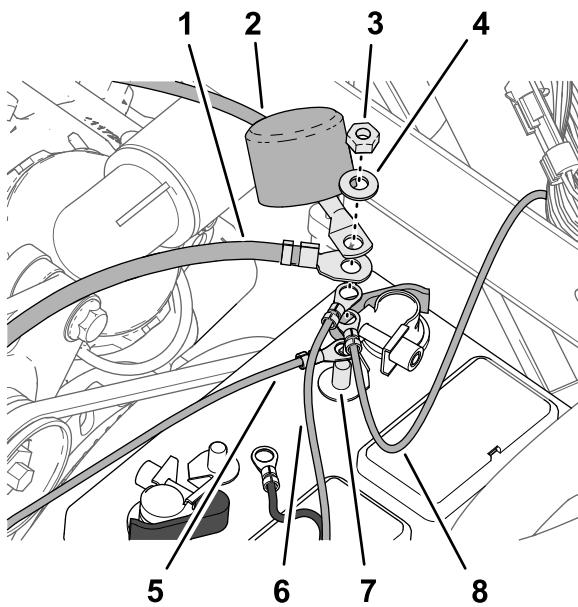

图213
2. 按照以下顺序将以下电线和接线端子连接至正极电池端子图213的螺纹柱上
4. 将启动马达正极电池接线的绝缘盖放到螺纹柱的正上方 图213。